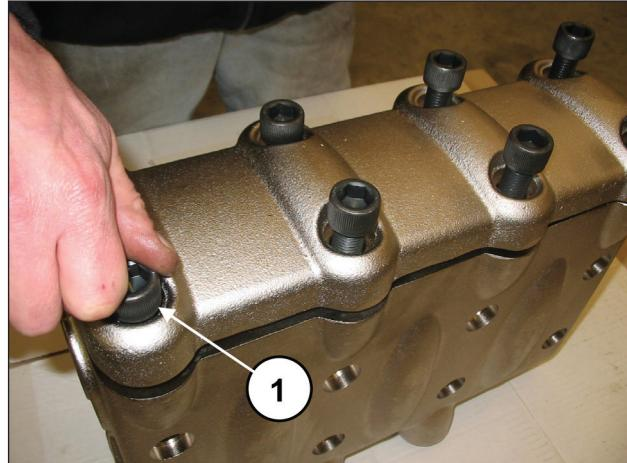

Fig. 88
Svitare le 8 viti M16x55 del coperchio valvole (pos. ①, Fig. 88) e